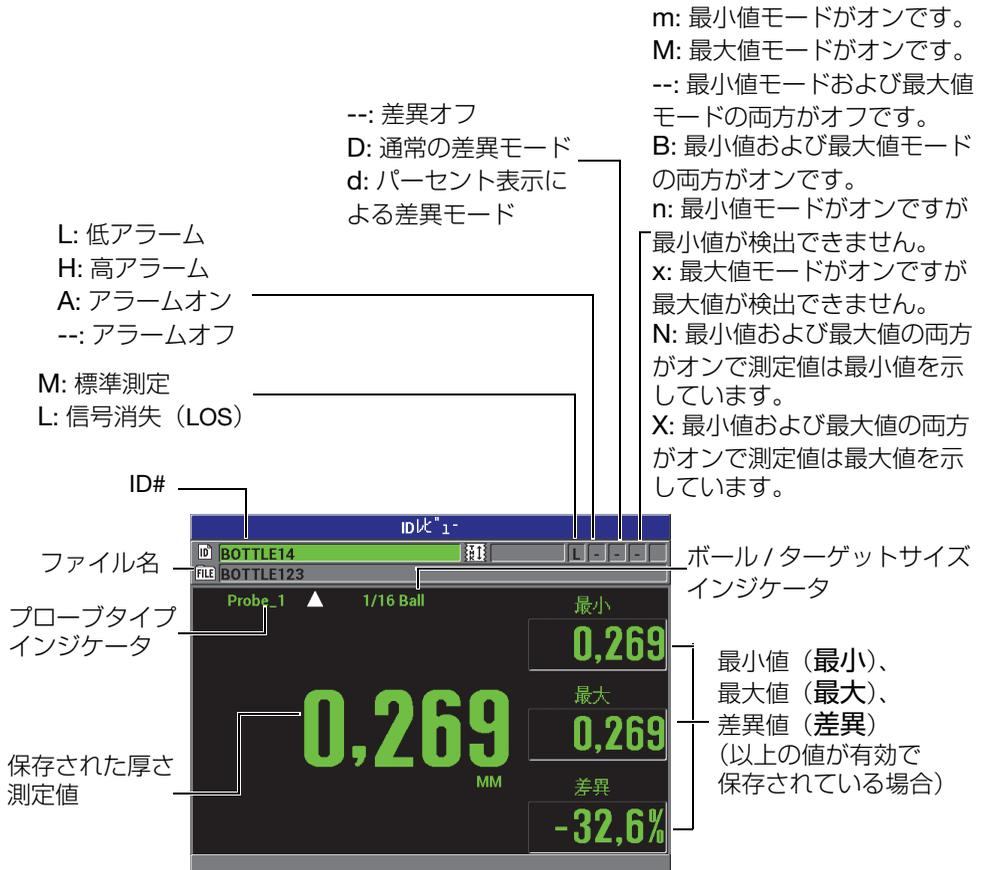

図 7-15 ID レビュー画面について
139 ページ図 7-15 に、ID レビュー画面の例を示し、その内容について説明します。フラグは、送信コマンドを使用して厚さ計から送信されるステータスワードと同じく 1 文字で表されています
2. 測定画面で、[ID#] を押し、ID レビュー画面を開きます（139 ページ図 7-15 参照）：